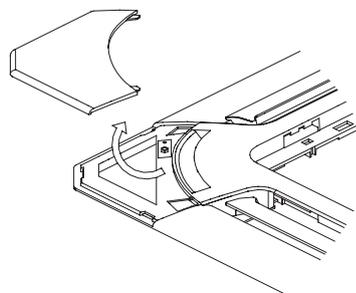

Рис. 2.15
2) Снимите 4 монтажные заглушки, расположенные по углам панели (рис.2.15)